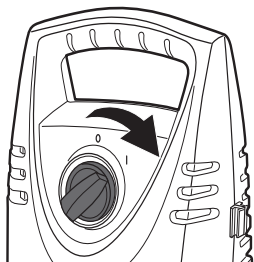

Fig. 17
- > Rotiți întrerupătorul (6) în sens orar în poziția ("I") pentru a porni produsul (Fig. 17).